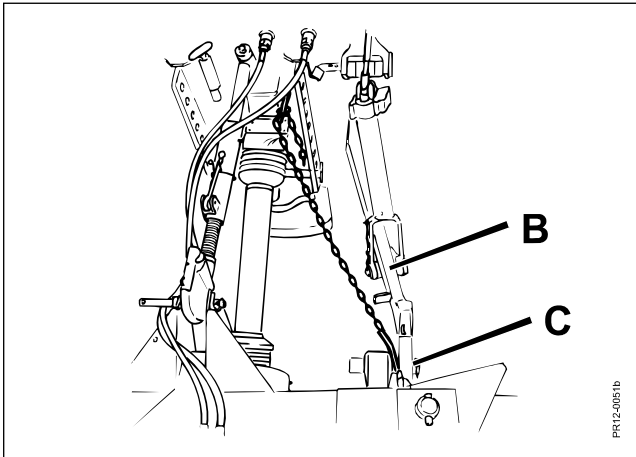

Fig. 2-12
- Fig. 2-12 3) Die Unterlenker des Schleppers **B** an die Anbaustellen **C** der Maschine ankuppeln.